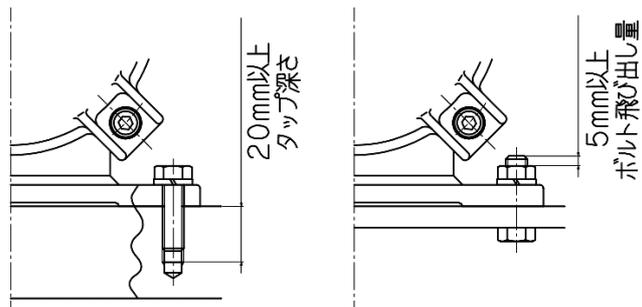

図3：固定方法
- (1) 固定用ボルトは強度区分4. 8以上の防錆処理を施してあるものを使用してください。又、必ずばね座金等の緩み止めを併用してください。
- (2) ボルト&ナットで固定する場合は、図3のようにナット側にボルトの先端が5mm程度出る長さのボルトを使用してください。又、ベース面にタップ穴加工をして取付ける場合、図3のようにタップ深さは20mm以上必要です。